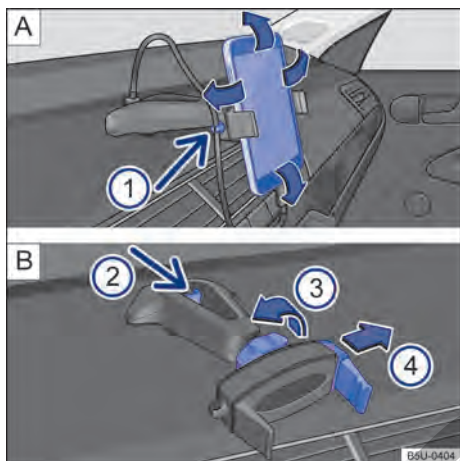

Fig. 186 En la consola central: soporte para smartphone y ajustes.
- Sujetar el soporte con una mano y presionar la tecla de desbloqueo → fig. 186 B ② (flecha).
- Con la varilla → fig. 186 B ④ mover en la dirección de la flecha, e instalar el smartphone en el alojamiento.
- Con la otra mano mover la varilla → fig. 186 B ④ hasta que se pueda retirar el aparato del alojamiento.
- Colocar el cable USB en la entrada cargador USB del soporte existente en el panel de instrumentos → fig. 186 A.
- Sujetar el cable en el soporte → fig. 186 A ①.
- Para liberar el movimiento del soporte, girar la traba → fig. 186 B ③ en la dirección opuesta de la flecha.
- Para fijar la posición, girar la traba en el sentido de la flecha ③ → fig. 186 B hasta la fijación completa del soporte.
📍 El soporte para smartphone tiene una garantía de 3 años, con excepción de la varilla deslizante (garra) → fig. 186 B (4) que tiene garantía de 1 año.